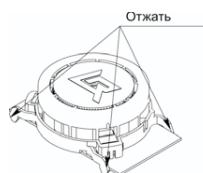

Рисунок 4
- отжать замок на дымовой камере (рисунок 4) и снять ее;